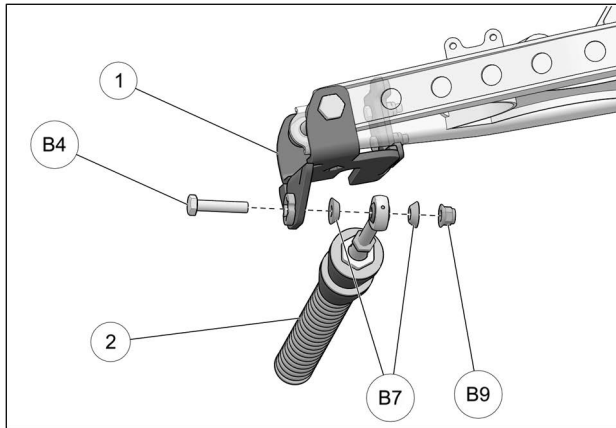

Fig. 16
17. Fixer le bras stabilisateur (2) à l'ancrage de suspension (1) à l'aide du boulon (B4), des espaceurs coniques (B7) et de l'écrou autobloquant (B9). Serrer à un couple de 70 Nm [52 lb•pi]. Voir la Fig. 16